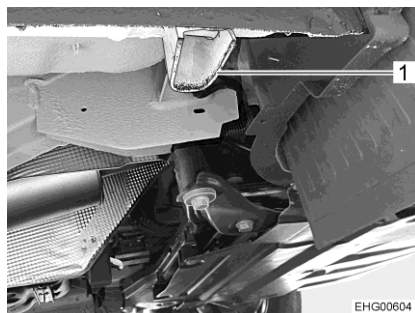

Fig. 230 Alojamiento en el eje delantero
- Si se ha de cambiar una rueda del eje delantero: aplicar el gato en alojamiento (Fig. 230,1) previsto para ello.